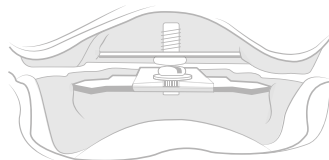

Рис. 4
**14.** Для контроля еще раз закрашивают всю регистрационную пластинку за исключением отмеченного перекрестия, и полностью повторяют все процедуру регистрации. В том случае, если вершина второго записанного готического угла находится точно в перекрестии, можно монтировать плексигласовую пластинку отверстием в проекции вершины угла и зафиксировать ее с помощью винта и шайбы (Рис. 4).